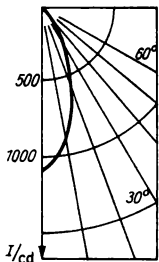

Bild 91
- 11.13** Eine HQL-Lampe 250 W mit einem Gesamtlichtstrom von 11 500 lm in einem Reflektor mit einem Lichtstärkediagramm nach Bild 91 ist 10 m über dem Erdboden befestigt. Berechnen Sie die Beleuchtungsstärke auf dem Erdboden 1. senkrecht unterhalb der Lampe, 2. auf einer Kreislinie mit dem Radius 1,75 m und 3. auf einer Kreislinie mit dem Radius 3,50 m (Kreismittelpunkte jeweils senkrecht unter dem Aufhängepunkt).